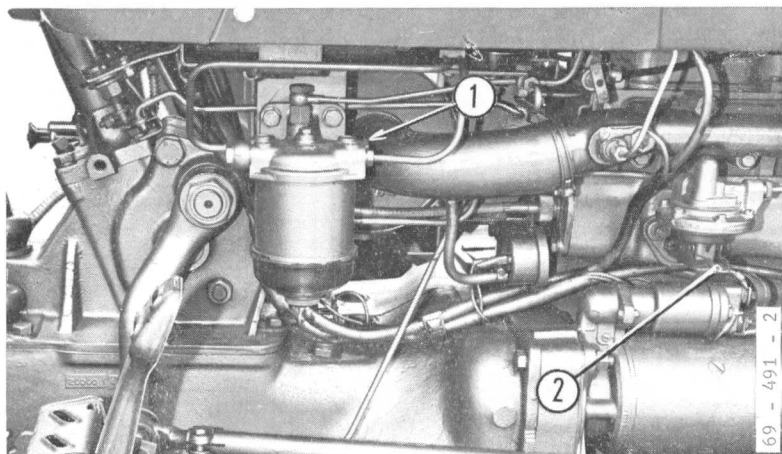

Fig. 64
- b) Desserrer le gros bouchon (1) (fig. 64) de purge du filtre situé à la partie arrière du chapeau du filtre et actionner la pompe d'alimentation (2) (fig. 64) manuellement jusqu'à ce que le combustible sorte sans bulle d'air. Resserrer le bouchon (1) tout en continuant à maintenir le carburant en pression.